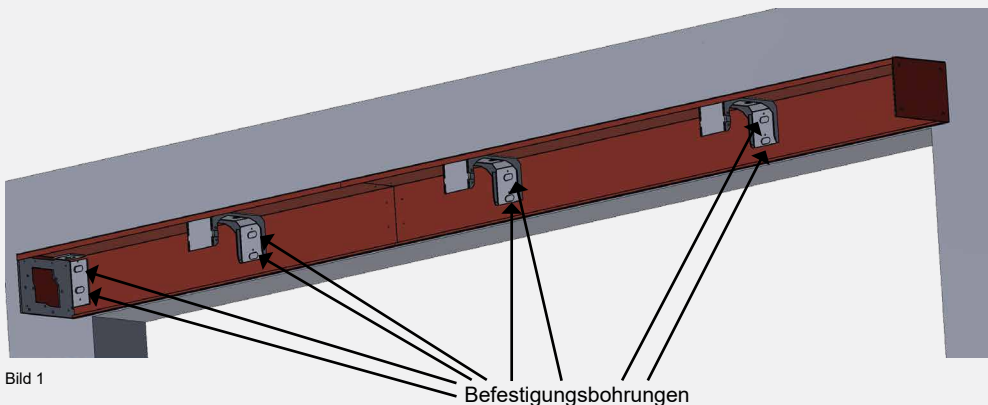

Bild 1
- > Sind die Konsolen nicht schon vom Werk eingienietet, müssen die Konsolen mit 4x8mm Stahlnieten und die Seitendeckel mit 4x12mm Stahlnieten in die Winkelblende eingienietet werden (siehe Bild 1).